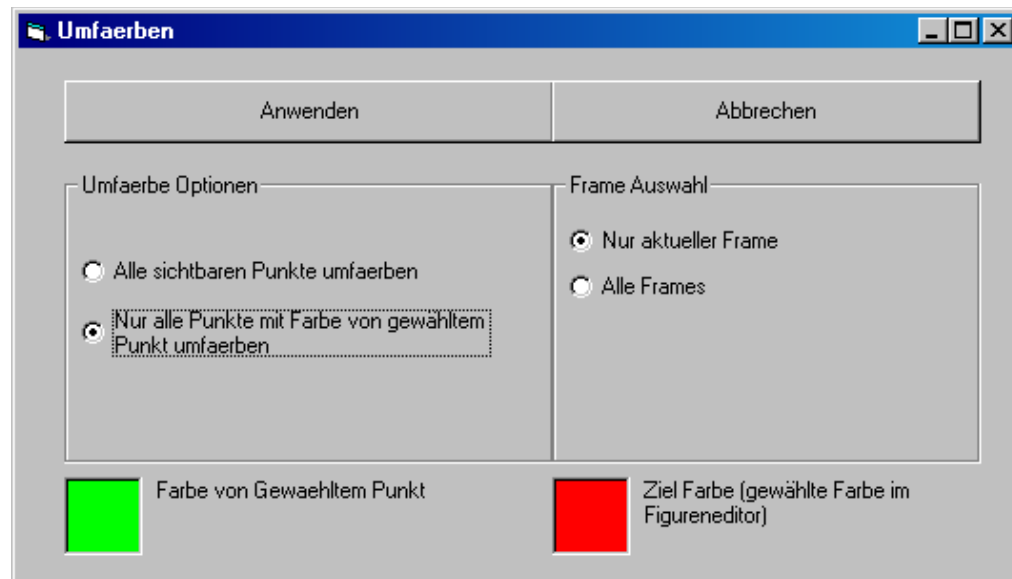

Abb.57: Menü Bearbeiten/Option Umfärben.
- 3) Klicken Sie nun auf „Umfärben“. Ein Fenster wird angezeigt (Abb.57). Hier können Sie die gewünschten Optionen wählen. Falls Farbe von gewähltem Punkt oder Zielfarbe nicht korrekt sind, bitte noch mal auf Abbrechen klicken und die korrekten Punkte/Farben wählen.